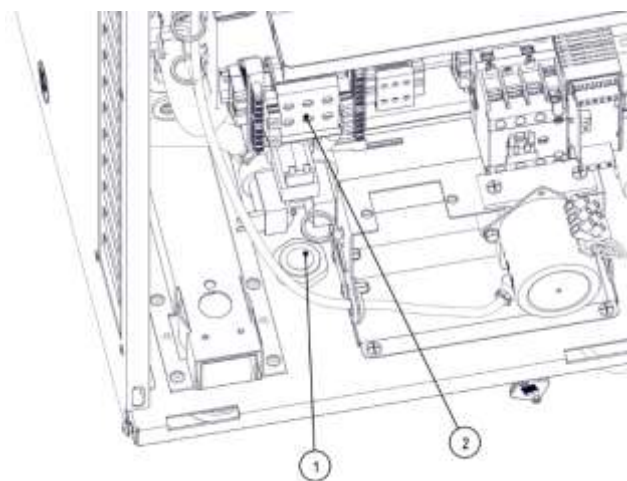

Рис. 21 – Замена шнура питания
4. Отсоединить шнур от колодки (поз.2, рис. 21) и ослабив кабельный ввод (поз.1, рис. 21) вынуть повреждённый шнур питания.